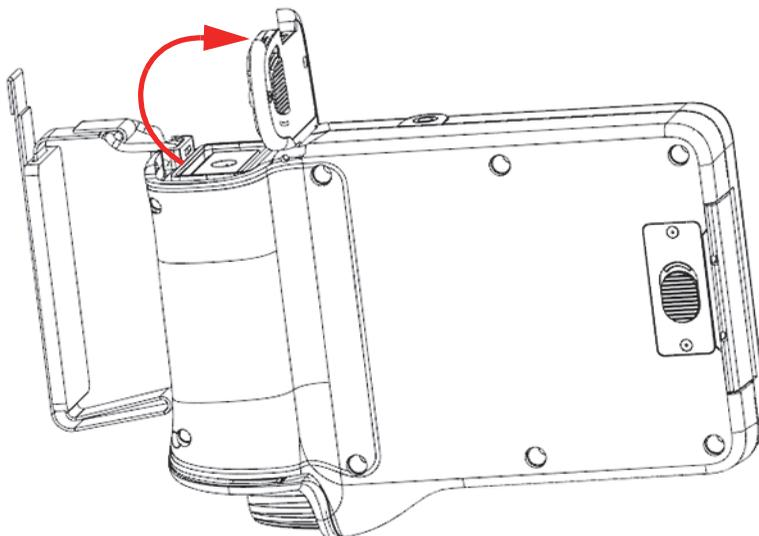

Figura 4-2 Vano batteria – Apertura sportellino
3. Sollevare completamente lo sportellino (vedere Figura 4-2 a pagina 46).